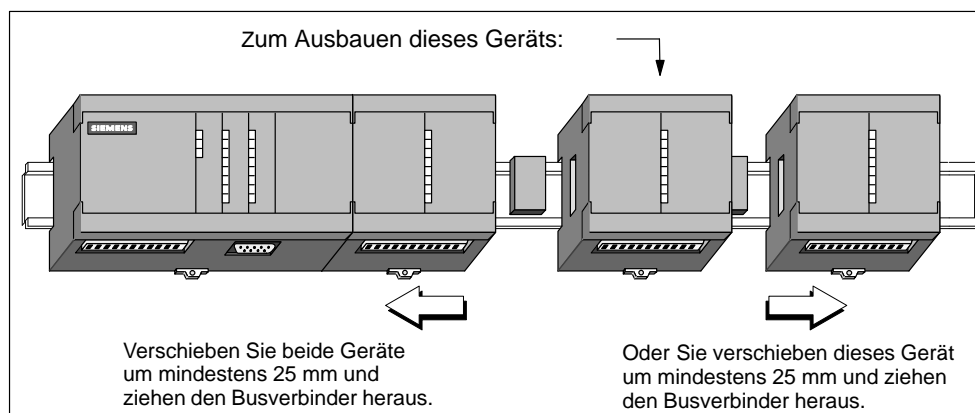

Bild 2-10 Ausbauen eines Erweiterungsmoduls
1. Lösen Sie alle Kabel und Leitungen von dem Gerät, das Sie ausbauen möchten. Befindet sich das Gerät in der Mitte des Aufbaus, so müssen Sie zunächst die Geräte rechts und links davon um mindestens 25 mm verschieben, damit der Busverbinder herausgezogen werden kann (siehe Bild 2-10).